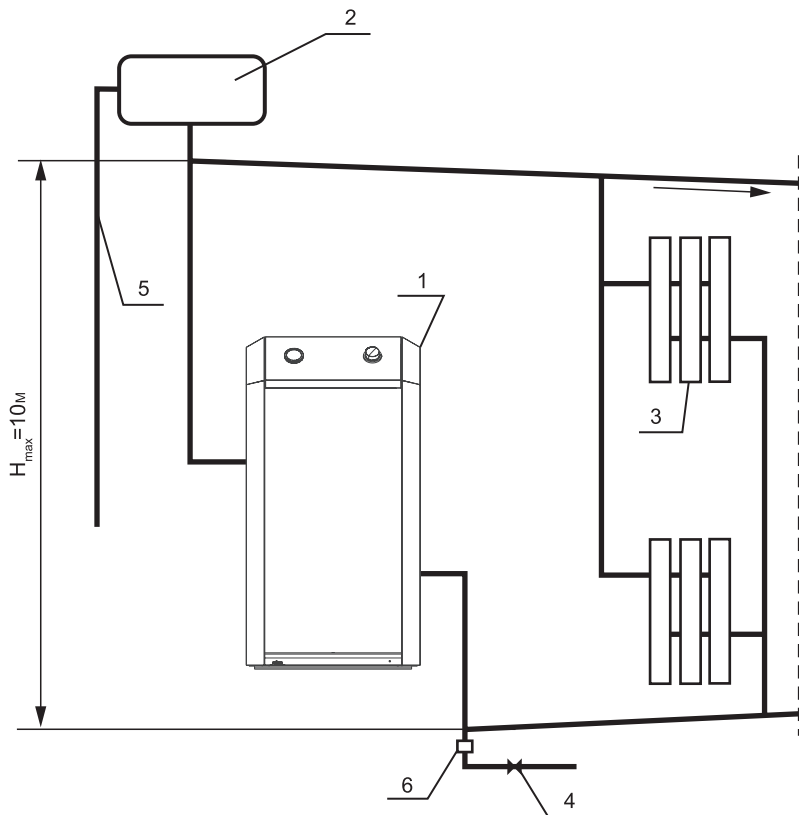

Рис. 2.
- 6.7. В открытой системе расширительный бачок устанавливается в верхней точке главного стояка, желательно в отапливаемом помещении. Запрещается устанавливать вентиль на сигнальной трубе (см. рис. 2, 3).